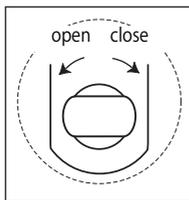

図2 - 逃し弁
4. ポンプハンドルの方形端を使用する前に、逃がし弁のステムを反時計方向に回して弁を開きます(2回以上回さないでください)。図2を参照してください。
**NOTICE** モデルGBJ020~GBJ100:ジャッキの手持ちハンドルの位置については、図2(番号11)を参照してください。